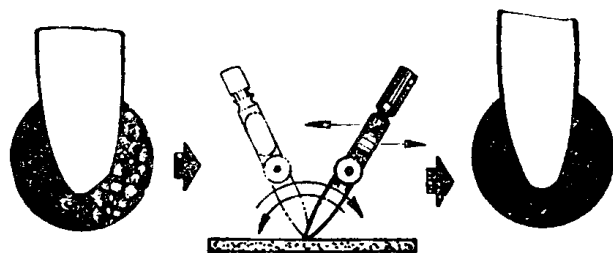

图 1-9
(3) 直线笔的修磨方法 修磨直线笔笔尖时, 可按图1-9所示进行。修磨直线笔端部外